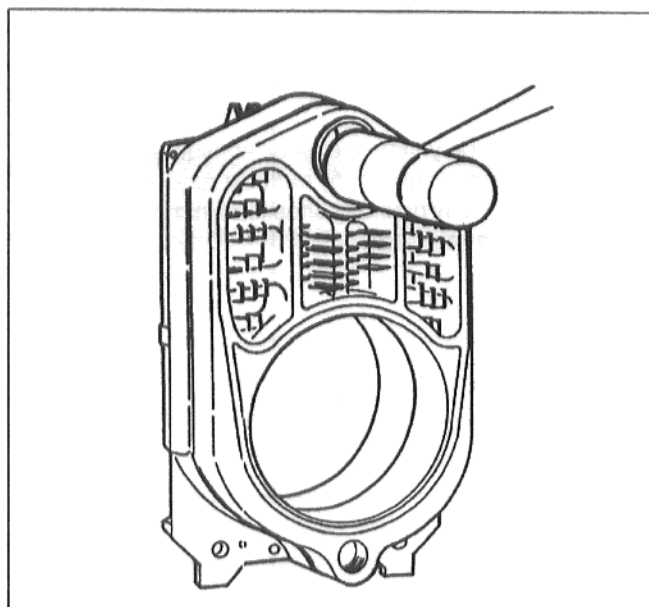

рис. 9
- Легкими ударами резинового или деревянного молотка придвинуть заднюю секцию к задней части блока (рис. 9).